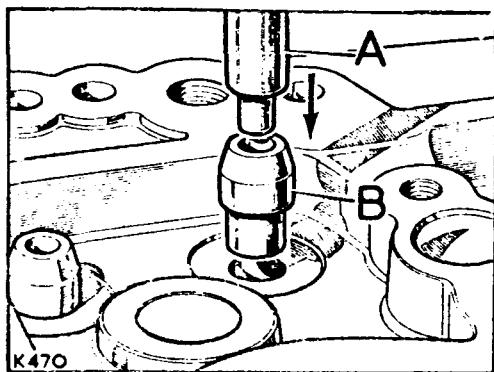

Fig. A4-80.- Montaje de guías de válvulas.
- 2.7.- instalar las guías en la culata, haciendo uso del botador (A) (600959) (Fig. A4-80), para las de escape y el 601508 para las de admisión.